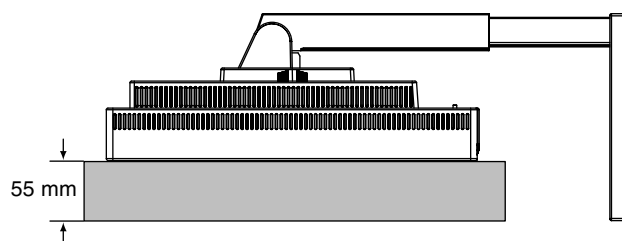

Figura S.1
3. Sitúe el monitor boca abajo en una superficie no abrasiva. (Coloque la pantalla sobre una plataforma de 55 mm para que el soporte quede paralelo a la superficie.) (**Figura S.1**)